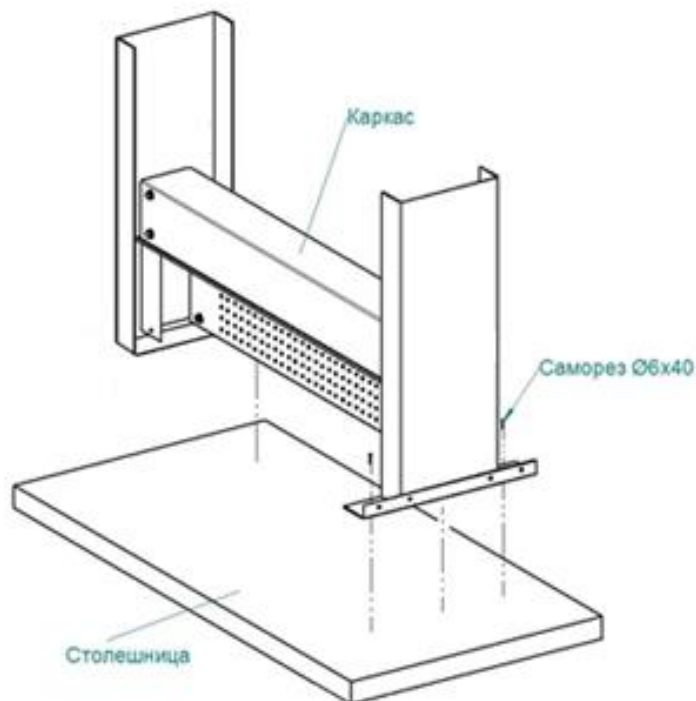

Рис.4
- 5.2.3.2 Установить собранный каркас на столешницу в соответствии с рис. 4 на одинаковых расстояниях от краев столешницы.